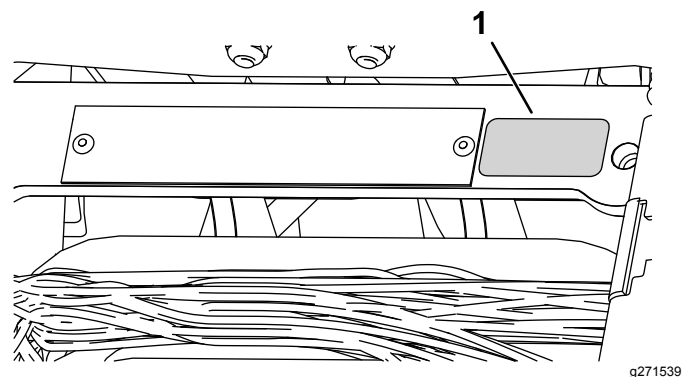

図 12
- シリアルプレートの近くに製造年表示ステッカーを貼りつける 図 12。